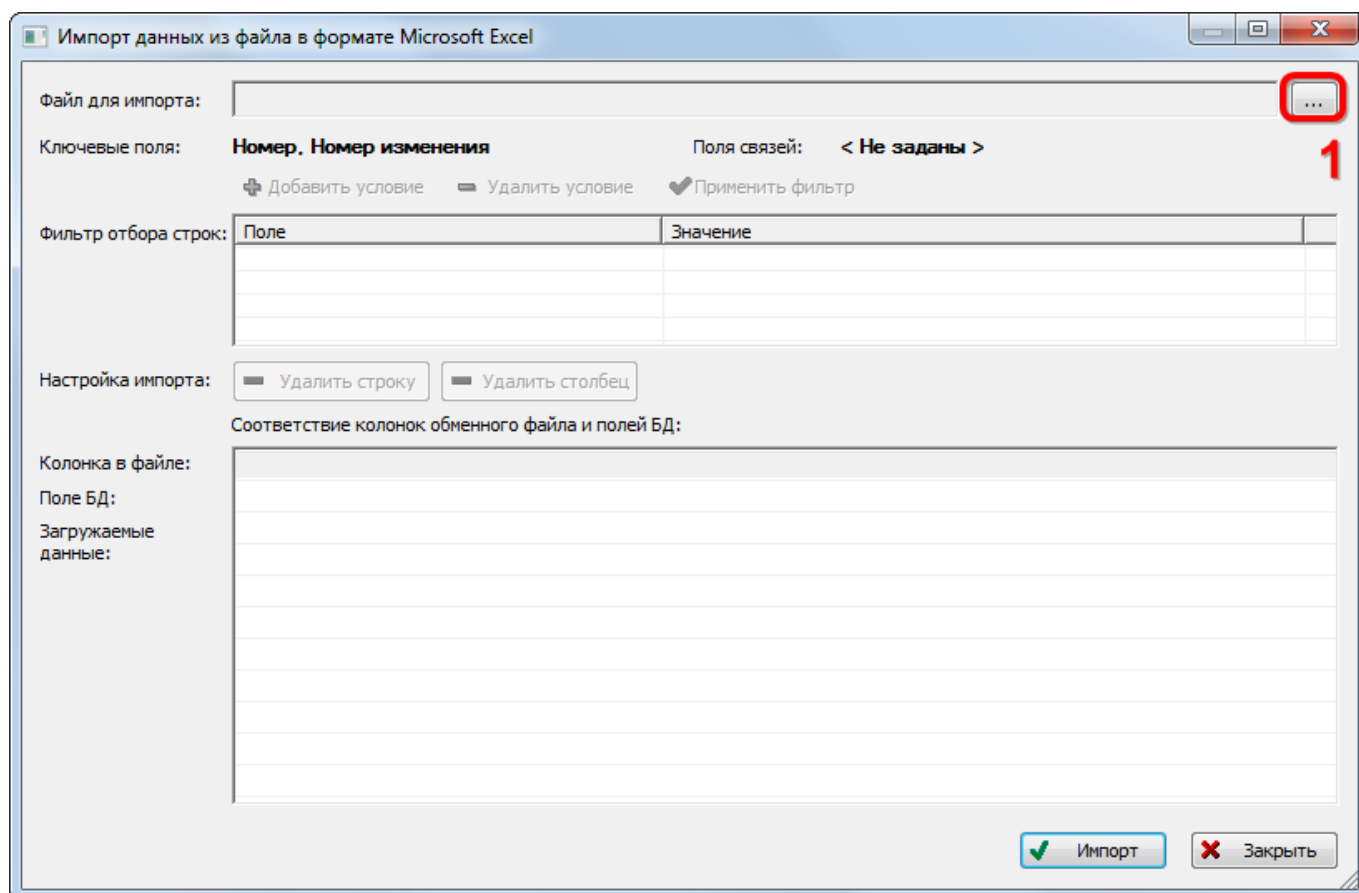

Рис. 13-530 – Окно импорта из файла Excel
2) Выбрать в рабочем окне «Бюллетени» папку, в которую необходимо добавить данные из файла, и нажать кнопку «Импорт из Excel» панели «Импорт/экспорт» (рис. 13-530).